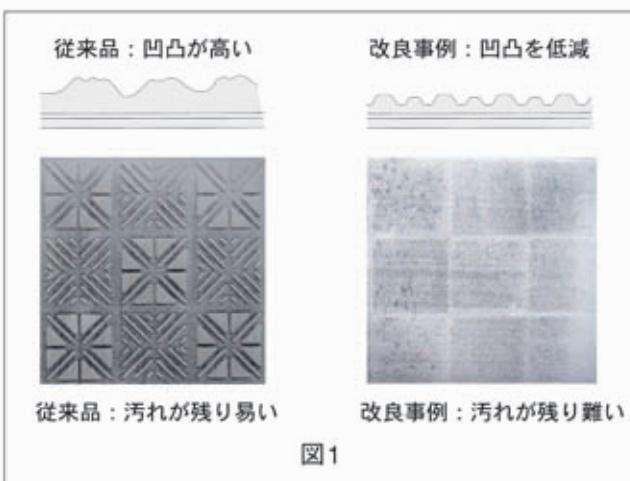

図1
- ①メンテナンス性の向上：凹凸の高低差を従来品より低減することにより、堆積汚れを除去し易くする。（図1）
- ②防滑性の維持・向上：凹凸を低減することで、防滑性能が低下